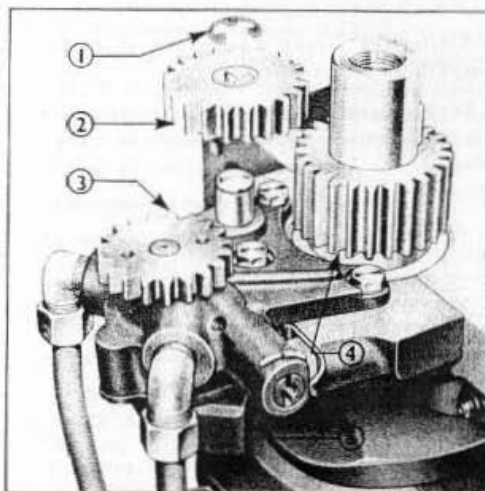

Fig. 32 = Pompe à huile et pignon de renvoi
5. Retirer le clip de fixation du pignon de renvoi de la pompe à huile; retirer le pignon de renvoi en le soulevant (Fig. 32).